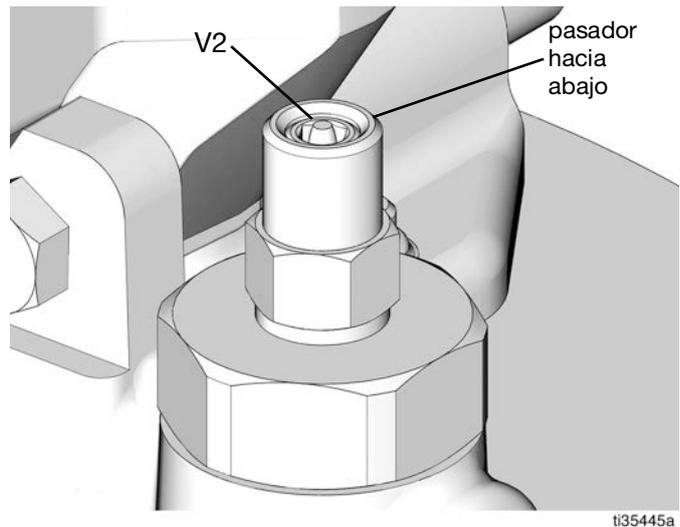

FIG. 18
2. Cerciórese de que la clavija de desconexión de llenado automático (V2) está metida hacia abajo, lo cual indica que se ha restablecido (Fig. 18).